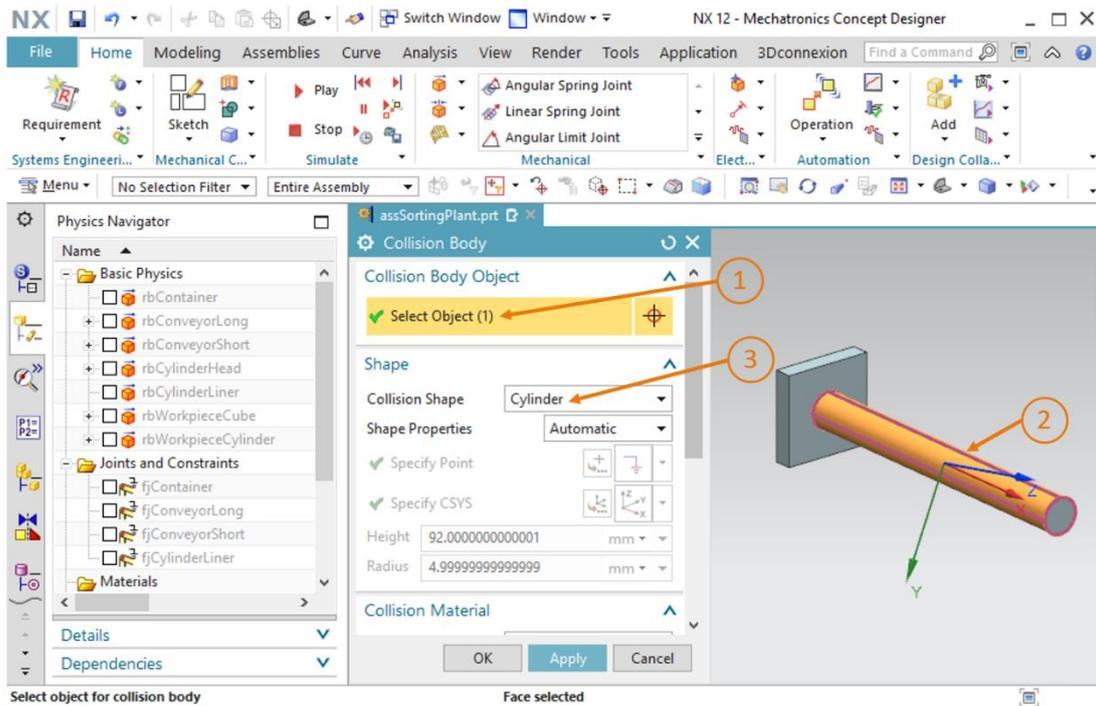

Figura 30: Creazione del corpo di collisione per il cilindro guida della testa dell'espulsore
- Creare un corpo di collisione anche per la guida cilindrica della testa dell'espulsore perché in linea di principio è possibile che si verifichi una collisione tra la guida e un pezzo. Aprire quindi il comando "Collision Body" (Corpo di collisione) e selezionare la **superficie cilindrica** come oggetto di collisione (vedi Figura 30, step 1 + 2). Assegnare al corpo creato la forma di collisione "**Cylinder**" (Cilindro) (vedi Figura 30, step 3) e attribuirgli il nome "**cbCylinderHeadLiner**". Confermare le impostazioni facendo clic sul pulsante "**OK**".